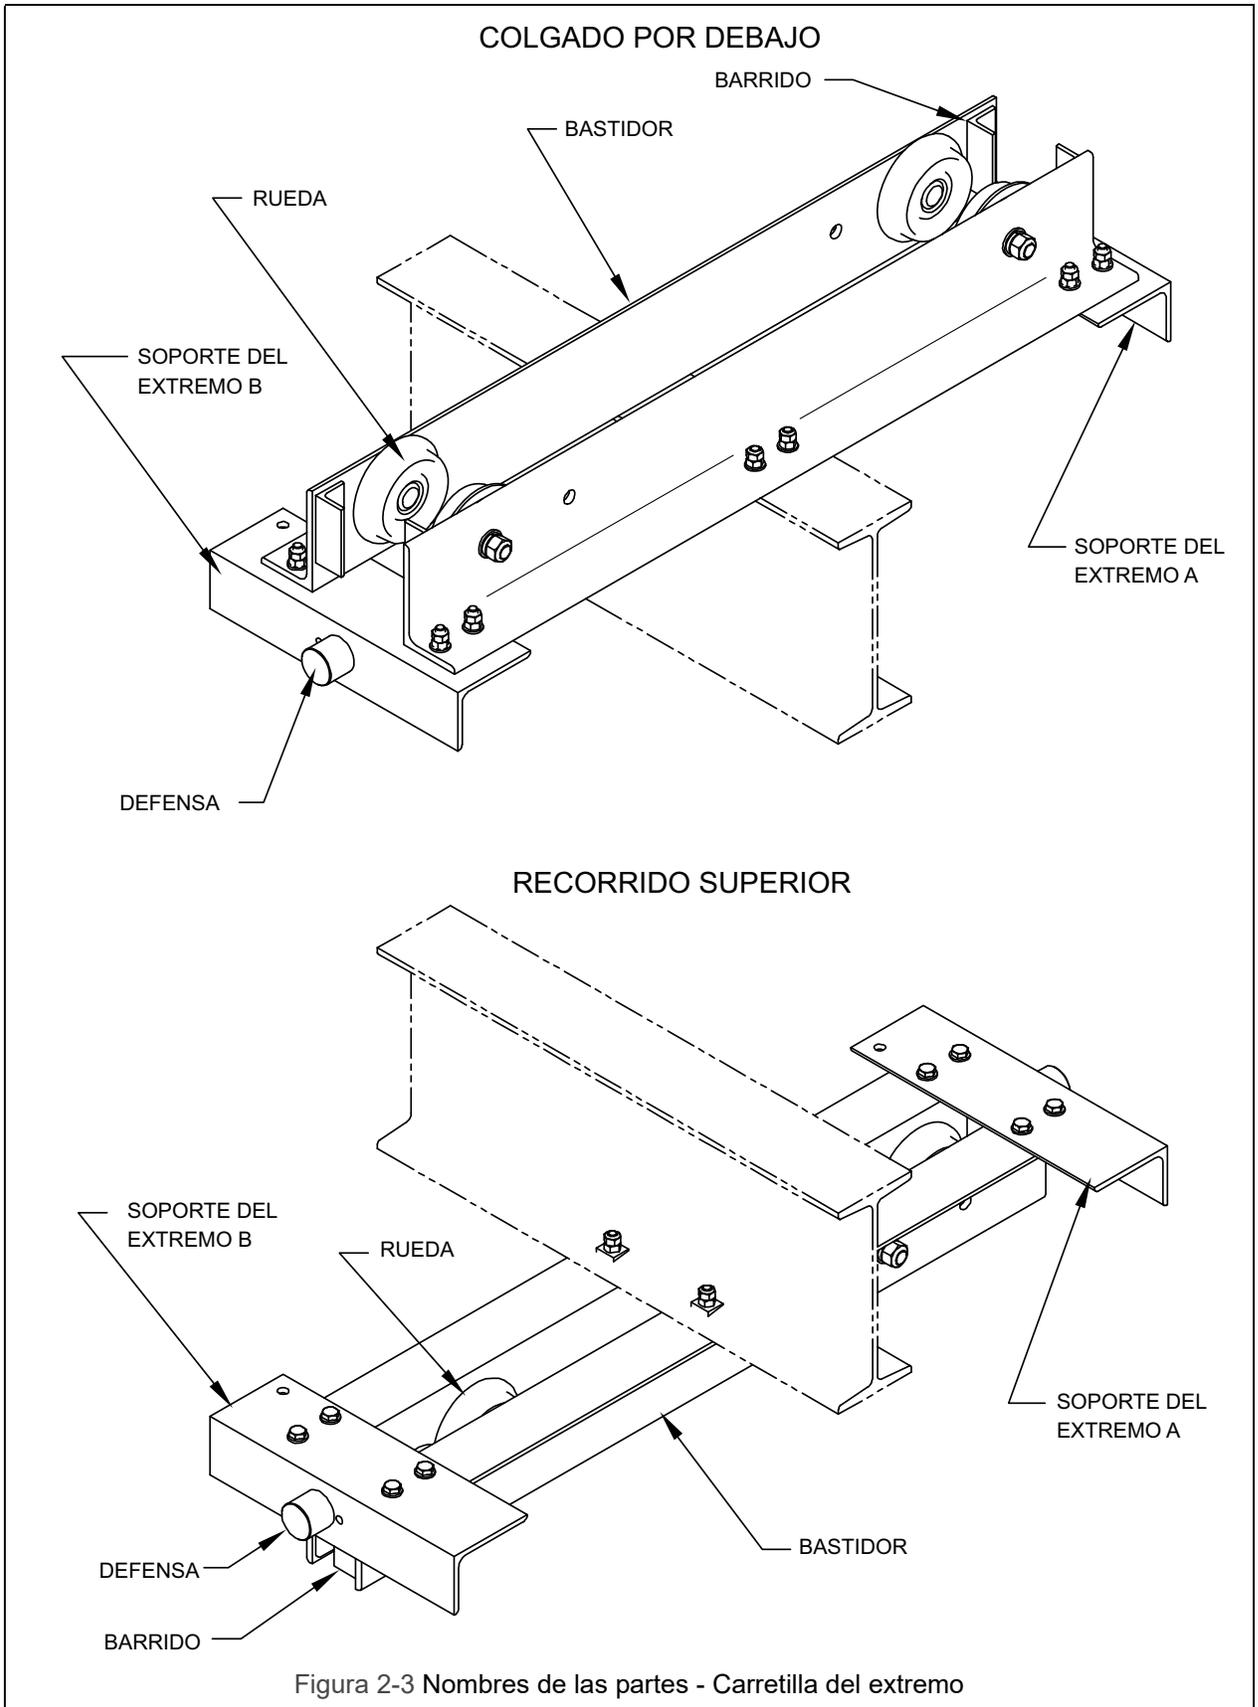
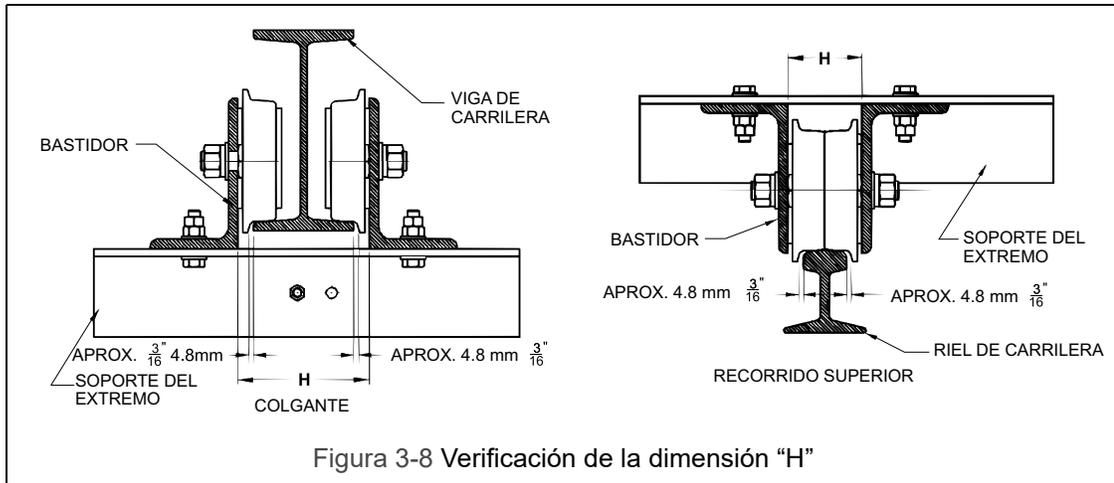
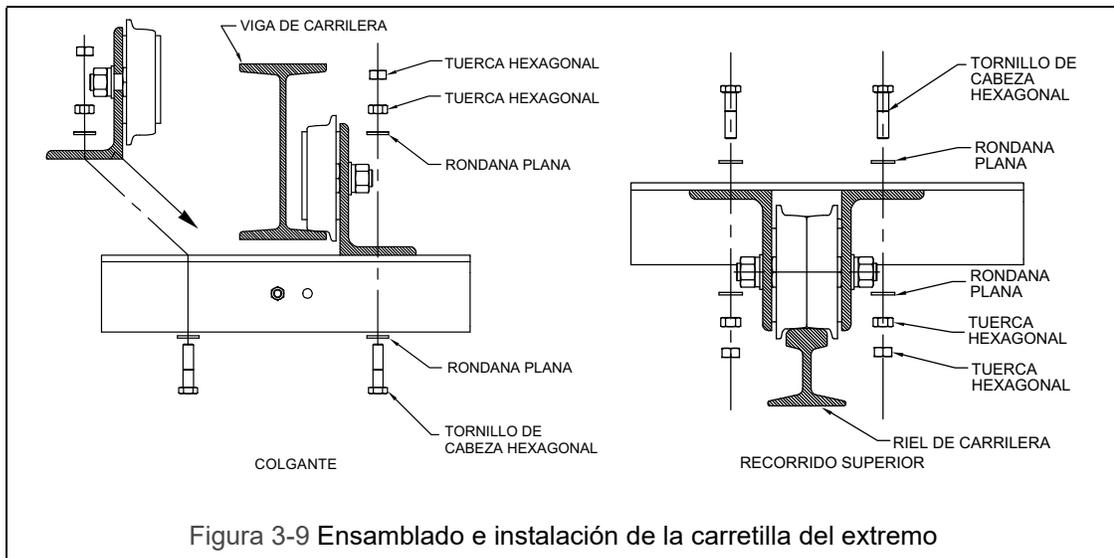

Figura 2-3 Nombres de las partes - Carretilla del extremo
Figura 3-8 Verificación de la dimensión "H"
Figura 3-9 Ensamblado e instalación de la carretilla del extremo
- Consulte la Figura 2-3 y la Figura 3-9 y ensamble juntos los bastidores y los soportes del extremo. A medida que apriete los sujetadores (no debe apretarlos aún por completo - esto se realizará posteriormente) mida la dimensión “H” real de conformidad con la Figura 3-8. Verifique que la dimensión “H” medida y la dimensión “H” calculada sean la misma.
- Coloque el bastidor con los soportes del extremo aún conectados al mismo sobre la viga de la carrilera, de modo que el trayecto de sus ruedas sobre la brida inferior de la viga de la carrilera se realice conforme con la parte del colgante de la Figura 3-9.
- De la misma manera coloque el otro bastidor de lado opuesto de la viga de la carrilera y vuelva a montar este bastidor en los soportes del extremo, nuevamente conforme con la parte colgante de la Figura 3-9.
- Coloque la carretilla del extremo sobre el riel de la carrilera (o la barra cuadrada) conforme con la parte de movimiento superior de la Figura 3-8.
- Si se usan carretillas del extremo como parte de la grúa del puente de recorrido elevado, entonces mueva la grúa a lo largo de toda la longitud de la carrilera. Asegúrese de que la grúa se encuentre apropiadamente libre de obstáculos. Revise que el alineamiento y espacio libre de la grúa y las carretillas del extremo sean los adecuados para la carrilera (Consulte la Figura 3-8 y la Figura 3-11). Ajuste según sea necesario. Asegúrese de que después de cualquier ajuste, los sujetadores se aseguren y aprieten de manera adecuada.